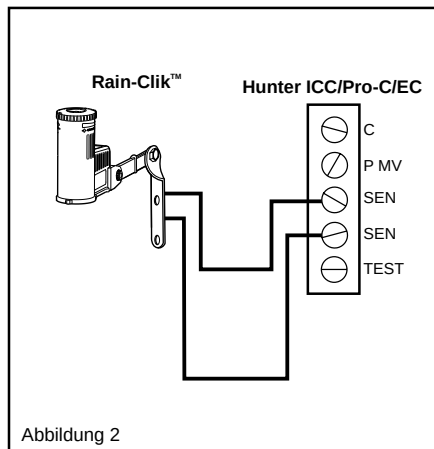

Abbildung 2
- Schließen Sie ein Kabel an den mit „SEN“ ausgezeichneten Anschluss und das andere an den anderen „SEN“-Anschluss an (s. Abb. 2).